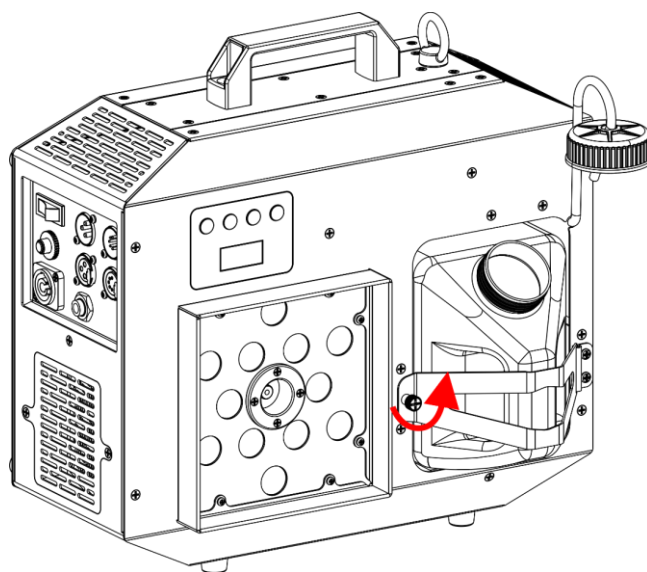

Fig. 07
- 02) Draai de **veiligheidsschroef voor de tankbeugel (04)** los, zoals getoond in Fig. 07.